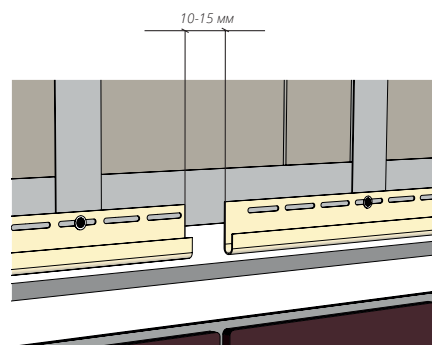

Рисунок 85
16.4 В случаях если длина стены больше длинны стартовой планки, соединение стартовых планок производится с зазором 10-15 мм (Рис. 85).